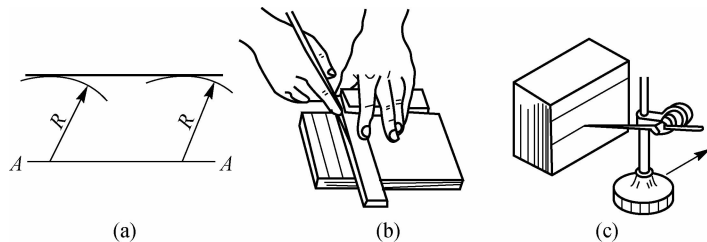

图 1-15 划平行线
(1)用作图法划平行线。以已知平行线之间的距离 R 为半径,用划规划两圆弧,作两圆弧公切线即得,如图 1-15(a)所示。
(2)用直角尺推平行线。直角尺紧靠工件基准边,并沿基准边移动,用钢直尺度量尺寸后,沿直角尺边划出,如图 1-15(b)所示。
(3)用平台、划针盘划平行线。将工件垂直安放在划线平台上(紧靠方箱、角铁侧面),用划针盘在度量的高度尺寸上沿平台移动划出,如图 1-15(c)所示。